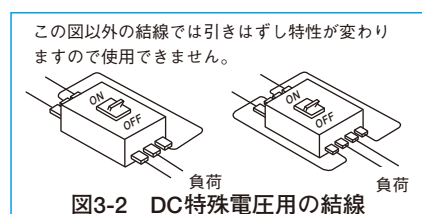

図3-2 DC特殊電圧用の結線
(2) 引きはずし特性はありませんが、結線は図3-2の結線でご使用ください。
(3) 標準でCEマーク、UKCAマークを表示しています。
(4) 縦形リード線端子台 (SQLT) は対象外です。